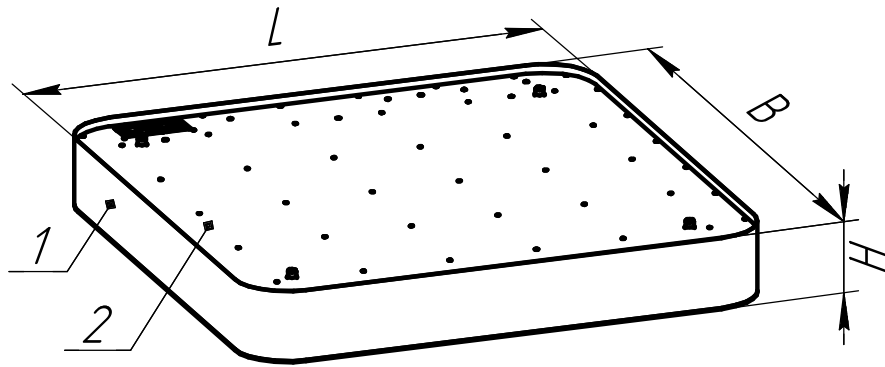

Рисунок 1 - Светильник серии ДСО33 Horizon Four
5.7 Снимите защитную пленку с корпуса и рассеивателя поз.1 (рисунок 1)